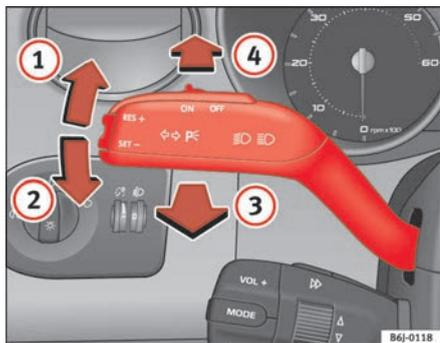

Fig. 55 Leva degli indicatori di direzione e degli abbaglianti
- Spingere la leva verso l'alto (fino al riscontro) ⇒ **fig. 55** **1** se si vuole mettere la freccia **a destra**; verso il basso **2** invece, per mettere la freccia **a sinistra**.
- Per accendere gli abbaglianti si deve spingere in avanti la leva ⇒ **fig. 55** **4**.